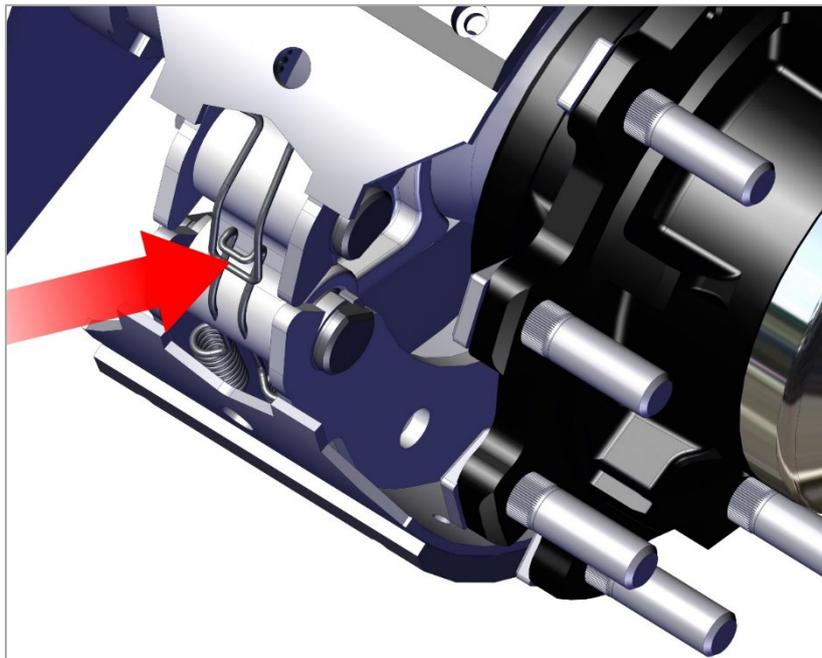

Рис. 14. Зажим пружины.
3) Используя отвёртку, освободите зажим пружины из тормозной колодки. Снимите зажим пружины (Рис. 14);